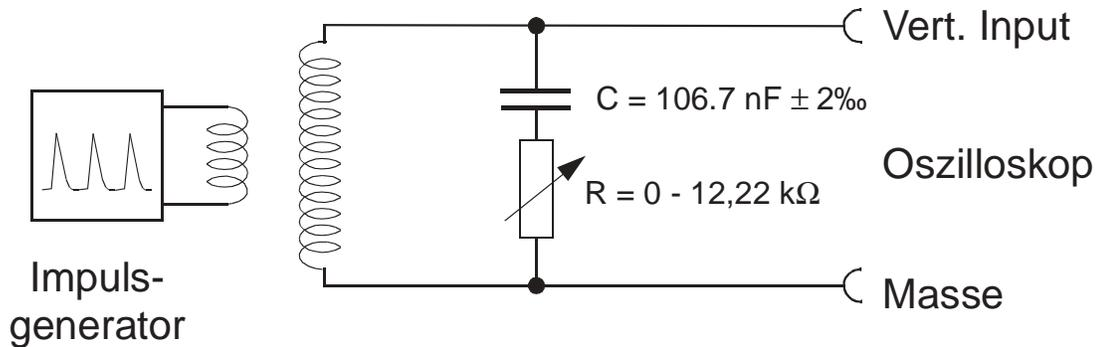

Abb. 1: Schaltungsskizze zu Aufgabe 1
- a) Bestimmen Sie für den in Abb.1 dargestellten Schwingkreis das logarithmische Dekrement ϑ , den Dämpfungsfaktor δ und die Halbwertszeit τ der freien gedämpften Schwingung für den Fall, daß der Dämpfungswiderstand R auf Null Ohm geschaltet ist. (Wieso ist die Schwingung trotz $R = 0$ gedämpft?)